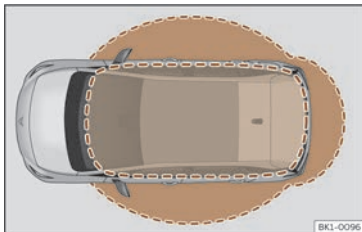

Fig. 72 Keyless Access : zones de proximité.
- Le véhicule est déverrouillé lorsque la clé est détectée dans une zone proche >>> **fig. 72**. Tous les clignotants s'allument deux fois.